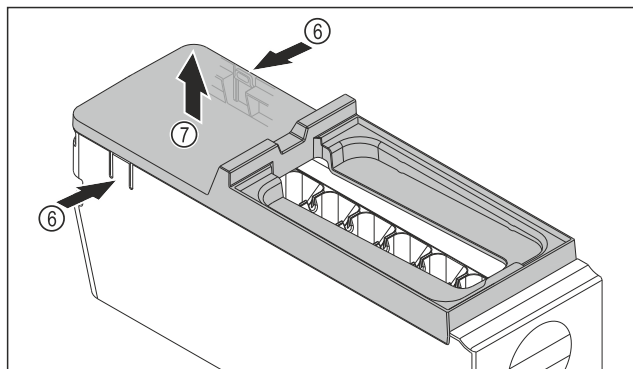

Fig. 111
- Vyjmutí krytu korpusu EasyTwist-Ice: Lamely Fig. 111 (6) na obou stranách korpusu EasyTwist-Ice stlačte jednou rukou.
- Kryt Fig. 111 (7) vyjměte druhou rukou nahoru.